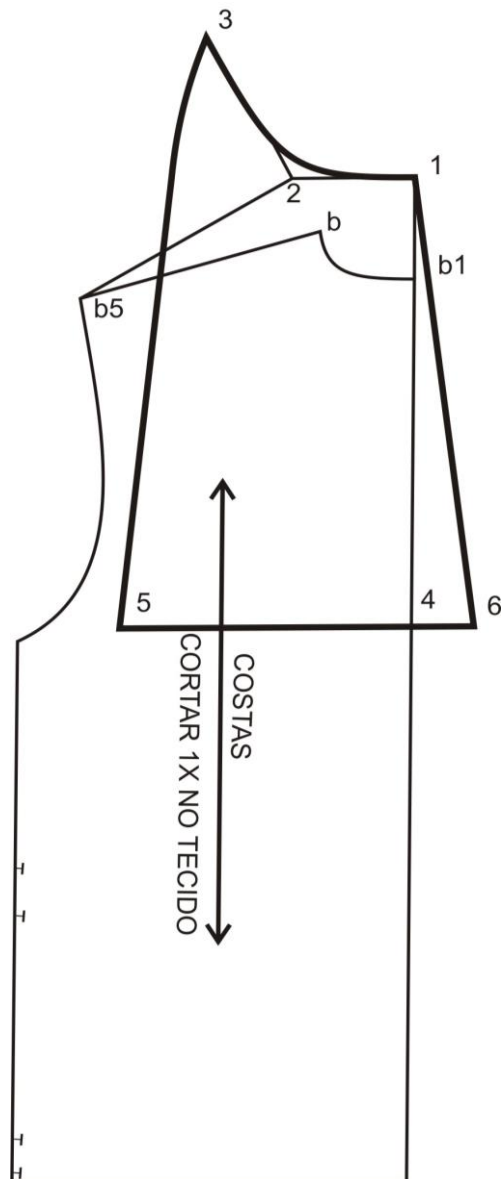

Figura 37 – Capuz desenvolvido Sobre as Costas.
14.8.3 - CAPUZ TRAÇADO SOBRE AS COSTAS (FIGURA 37)